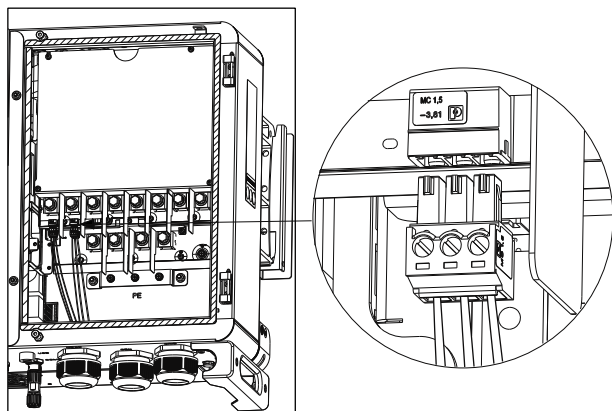

图6.16 BMS-AC电池取电端子位置
- 1) 打开光储一体机的右盖板，BMS-AC电池取电端子供电端口位置如图6.16所示；